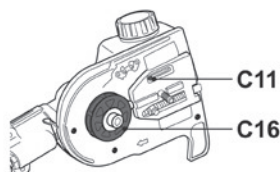

Fig. 69
- > Verifique a porta de lubrificação (C11) quanto a entupimentos e limpe em caso de necessidade, para garantir a lubrificação correta da lâmina e da corrente durante a utilização. Utilize um fio suave, suficientemente pequeno para inserir no orifício de saída de óleo (Fig. 69).